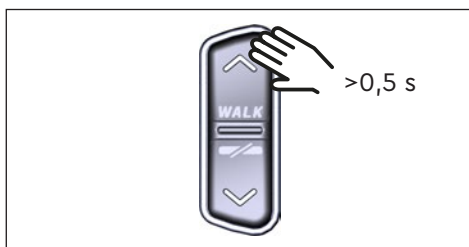

Fig. 9: Activar la ayuda al empuje
- ▶ Cuando la e-bike esté parada, pulse el botón de control ARRIBA del Remote (véase Fig. 9) durante más de 0,5 s, para activar la ayuda de empuje.